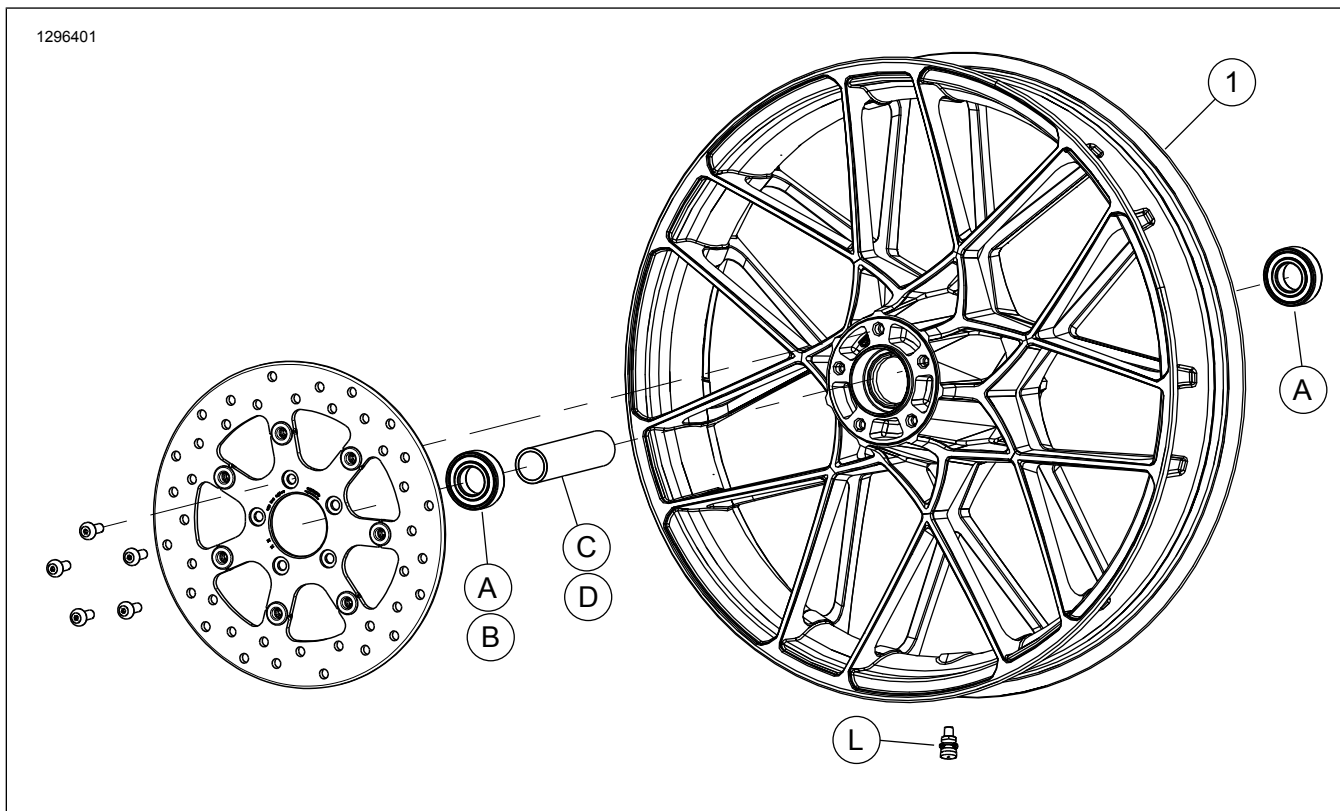

Figura 2. Peças de reposição: Roda dianteira
Este kit apenas inclui rodas personalizadas. Consultar Figura 2 e Tabela 2.
2. Ver Figura 2 . Instale o conjunto da haste da válvula (L) na roda. Veja o manual de serviço.